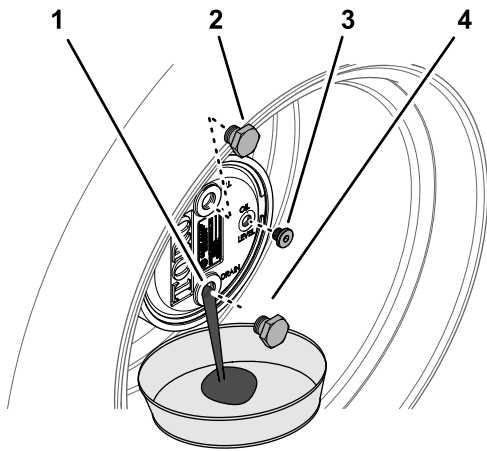

図 60
2. 補給プラグが時計の 12 時を指し、点検プラグが 3 時の位置を指すようにマシンを駐車する 図 60。
- プラネタリハブの下にオイル回収容器を置き、6時の位置にあるドレンプラグを外してオイルを抜く図 60。
- プラネタリハウジングのドレン穴にプラグを取り付ける図 60。